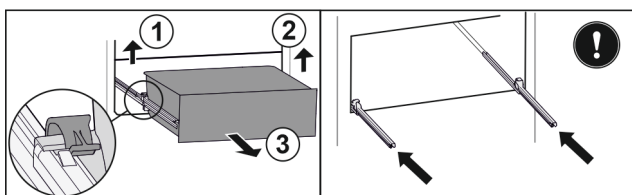

Fig. 121
- Emelje fel a bal oldali kapcsot, és ezzel egyszerre húzza előre a fiók bal oldalát. Fig. 121 (1)
- Emelje fel a jobb oldali kapcsot, és ezzel egyszerre húzza előre a fiók jobb oldalát. Fig. 121 (2)
- Vegye ki a fiókot előre. Fig. 121 (3)